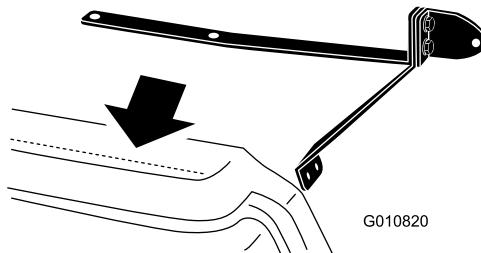

図 4
- ダッシュボードに引いた線の上に、上側ブラケットを位置決めする図 4。